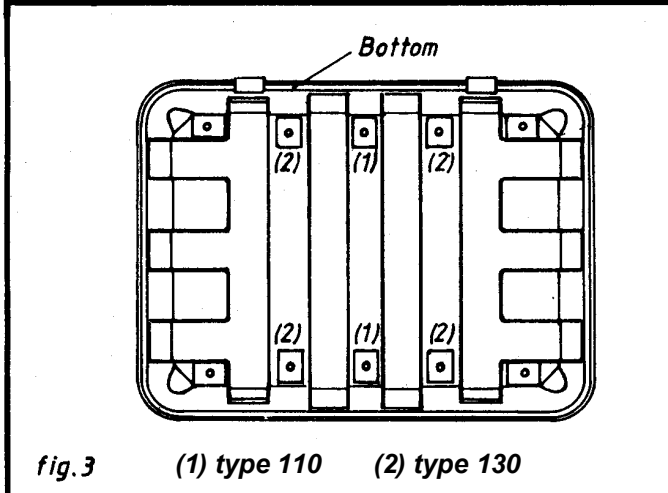

fig. 3 (1) type 110 (2) type 130
- Setzen Sie den Koffer auf die ausgewählte Stelle. Setzen Sie die 6 (8) Befestigungsplatten so viel wie möglich in die Position wie angegeben auf Fig. 3. Sorgen Sie dafür dass die Platten genau auf die Dachbalkchen liegen.
- Bohren Sie durchhin das mittlere Loch der Platten ein Loch von Ø5 mm durchhin den Kofferboden und das Dach, bis die Balkchen erreicht sind. Es empfiehlt sich, die ersten Löcher diagonal gegenüber einander zu bohren (fig.3).
- Place the box in the right position on the roof. Place the 6 (8) fixationplates as much as possible in the position as shown on figure 3. Take care that the plates are situated just above the cross-beams.
- Drill through the central hole of the plates a Ø5 mm hole through the bottom of the box and through the roof till arriving in the cross-beams. It is recommended to drill first the holes which are diagonally opposed (fig. 3).